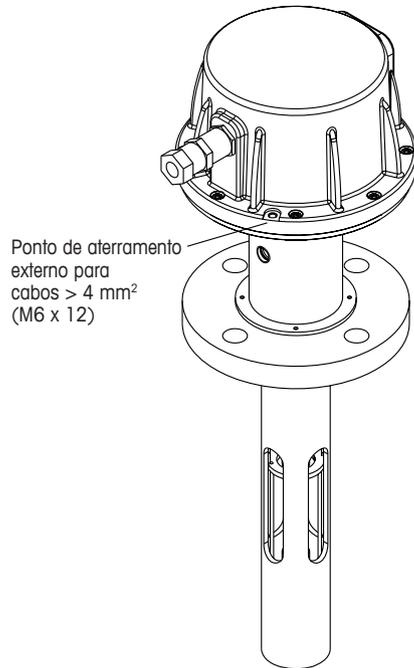

Figura 48 Ponto de aterramento externo. Sonda padrão (SP) mostrada para adaptação de processo
- O GPro 500 deve ser conectado a um sistema externo de aterramento de proteção por meio de um dos parafusos da tampa da cabeça do sensor (consulte Figura 48 na página 86).